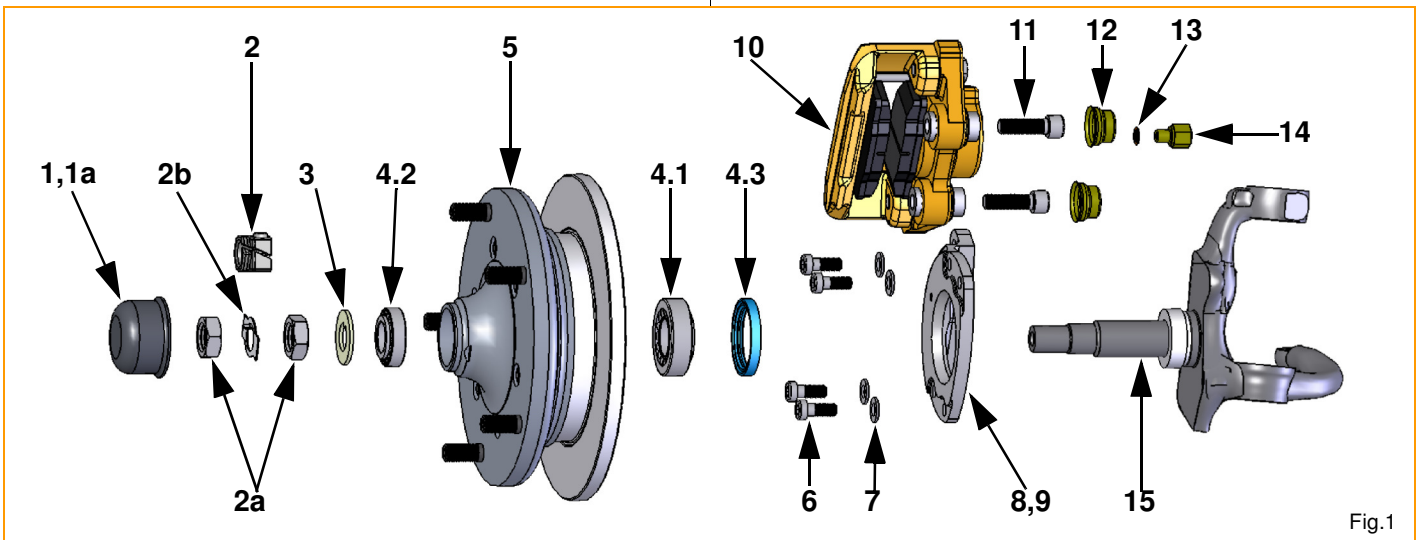

Fig.1
- Only the adjusting nuts (Pos:2/2a in Fig.1) need to be used from the drum brake setup, along with your original drum brake spindles.
- Lediglich die Einstellmutter (Pos:2/2a in Fig.1) der Radlager müssen von der Trommelbremse übernommen werden.